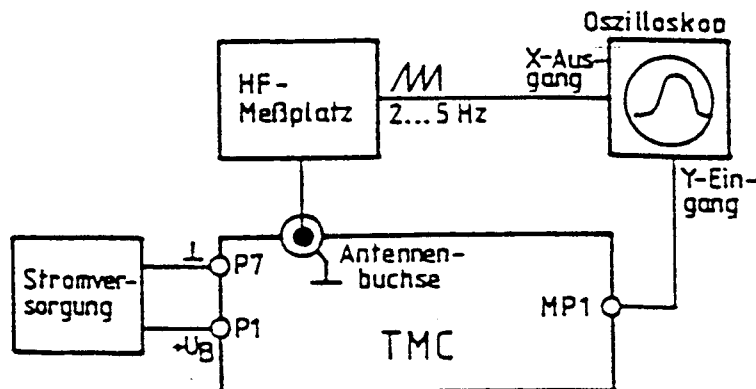

Abb. 5-4 Prüfaufbau für ZF-Abgleich
a. Prüfaufbau gemäß Abb. 5-4 aufbauen, Stromversorgung einschalten und auf  $13,2 \pm 0,5$  V einstellen.